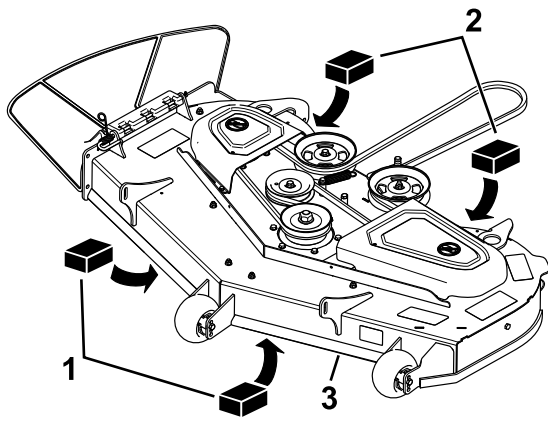

Figure 76
- Placez 2 cales de 6,6 cm d'épaisseur chacune sous chaque côté du bord avant du plateau de coupe, mais pas sous les supports des galets anti-scalp (Figure 76).
- Placez deux cales de 7,3 cm d'épaisseur chacune sous le bord arrière de la jupe du plateau de coupe, une de chaque côté (Figure 76).